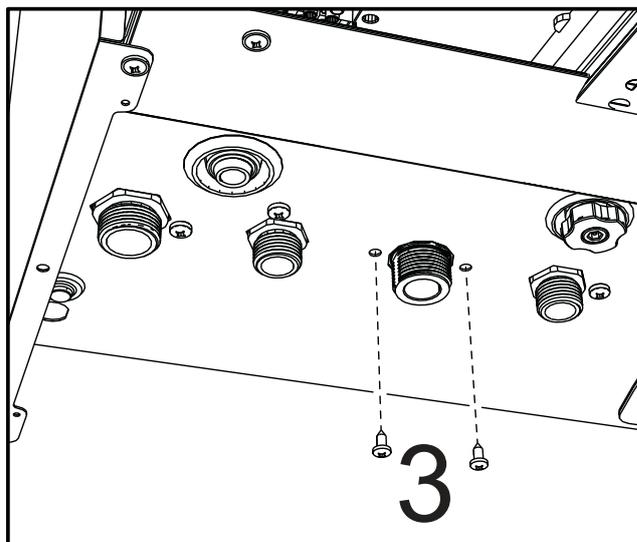

рис. 44
- Открутите винты "3" (рис. 44).